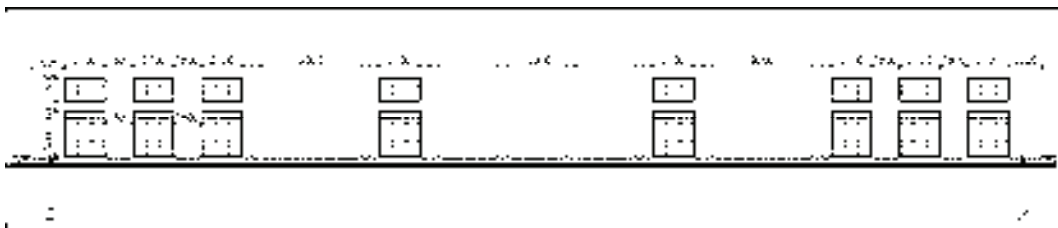

图 15-133 调入立面窗
4) 重复调用“立面门窗”命令，在打开的“天正图库管理系统”窗口中双击立面窗样式图标，在立面图中点取插入点，调入立面窗，结果如图 15-133 所示。